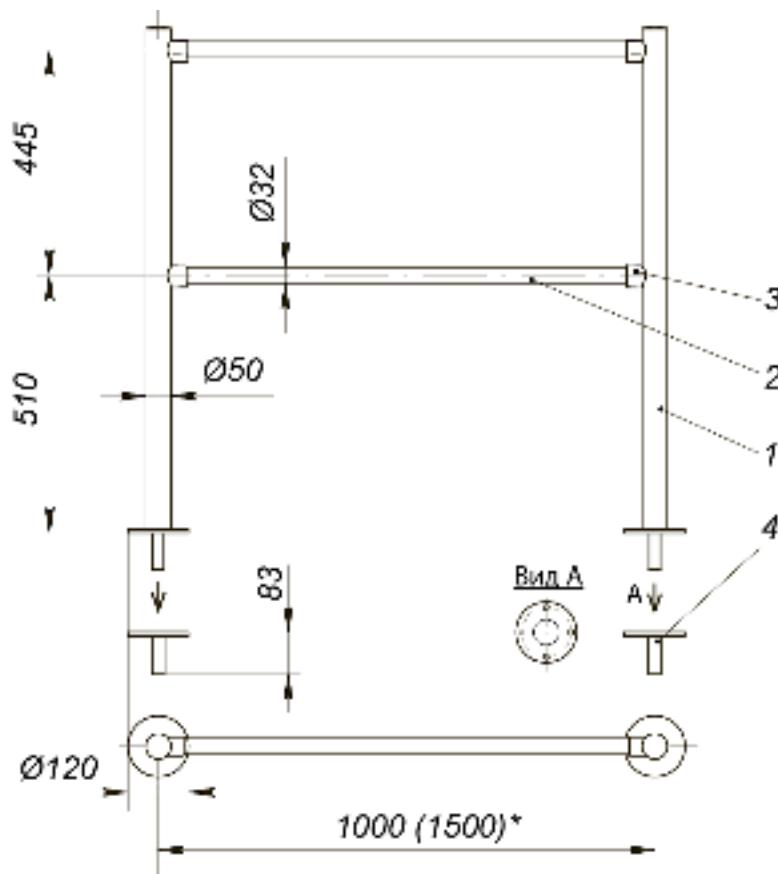

Рисунок 3. Быстроотъемная секция ограждения (без заполнения)¹:
- **Быстроъемная секция ограждения** (см. рис. 3) с заполнением или без заполнения, предназначенная для периодического ограничения зоны прохода или оформления интерьера.